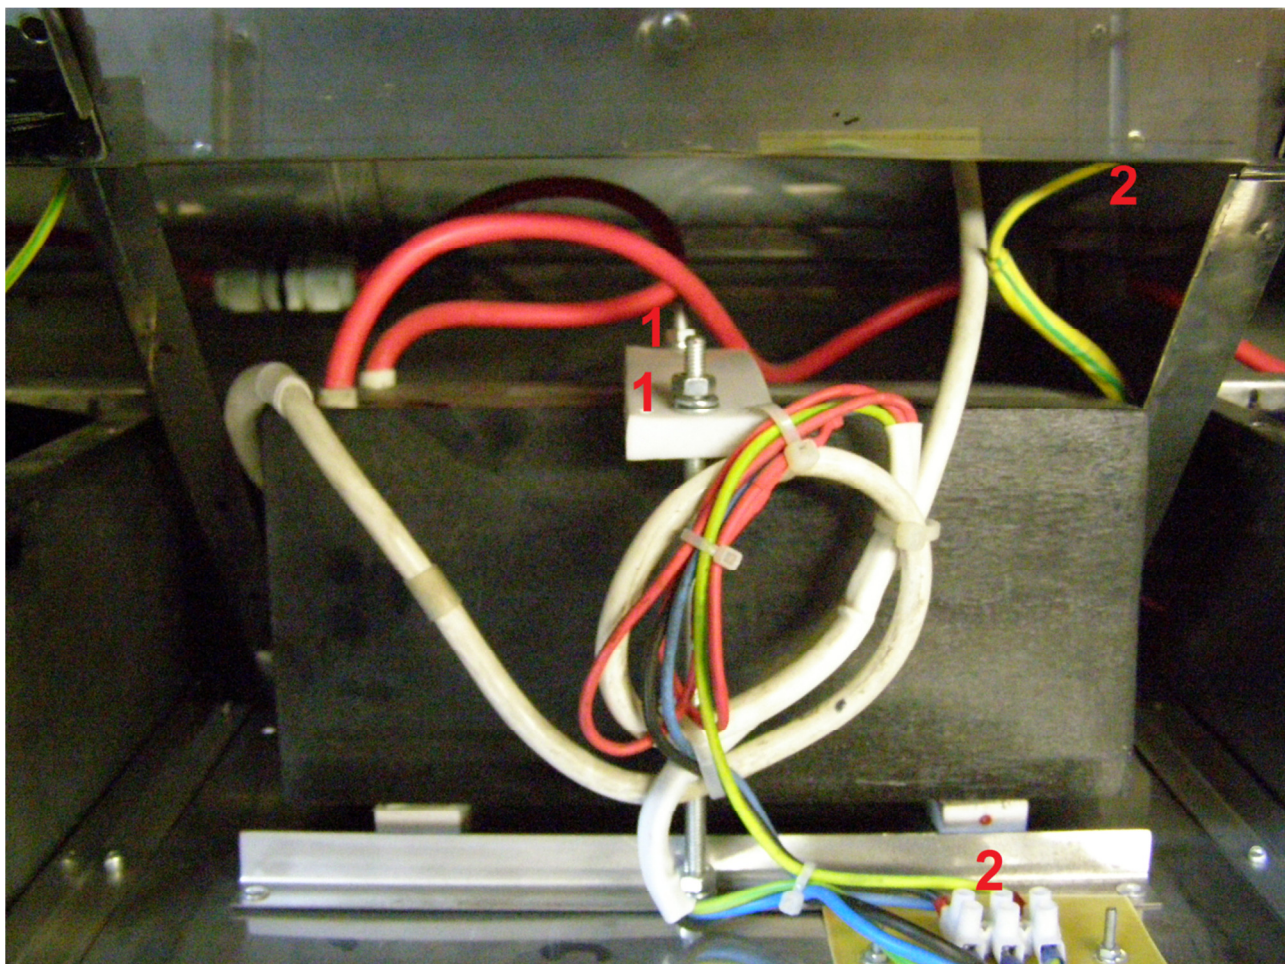

Рис. 8. Энергопреобразователь.
- c. Отсоединить провода питания от клеммной колодки и заземление ЭРА от болта (Рис. 8, поз. 2).
- e. Отвинтить крепежные шпильки (Рис. 8, поз. 1);